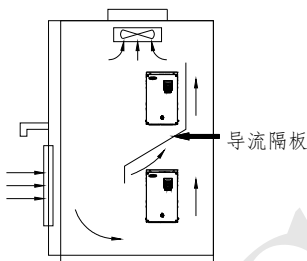

图 3-2 多台变频器的安装示意图
(3) 多台变频器采用上下安装时，中间应用导流隔板，如图 3-2 所示。